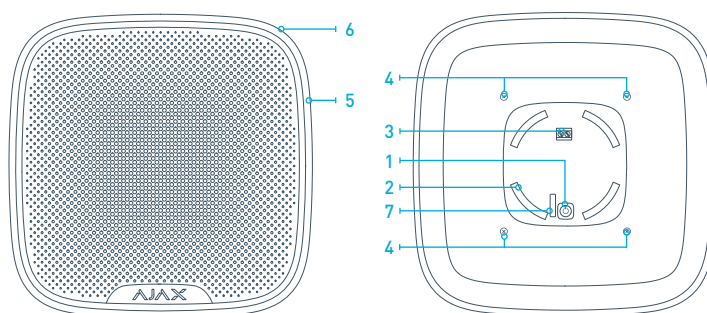
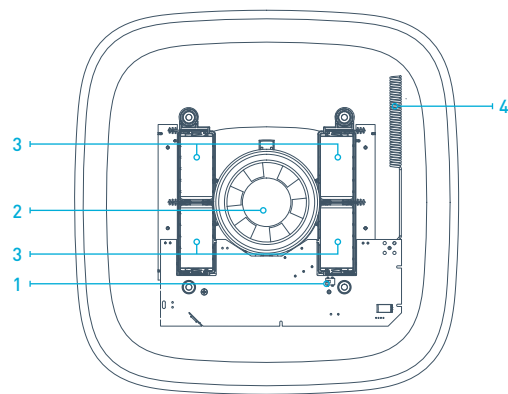

РИС. 1. Сирена
РИС. 3. Батарейный отсек
4.1 Перед установкой сирены обязательно нужно зарегистрировать ее в охранной системе Ajax. Для регистрации сирены необходимо в мобильном приложении Ajax или браузере зайти во вкладку «Устройства» и нажать кнопку «Добавить устройство», а затем выполнять подсказки мастера добавления устройств. В ходе процесса добавления устройства нужно будет включить сирену. Сирена включается/выключается зажатием кнопки «1» (РИС.1) на три секунды. В момент включения исправная сирена должна мигнуть всеми красными светодиодами «5» (РИС.1). Запрос на регистрацию в охранной системе передается только в момент включения сирены! Если регистрация сирены в охранной системе по какой-то причине не произошла, сирена после включения должна 6 раз мигнуть одним светодиодом «6» (РИС.1) с периодичностью раз в секунду, после чего автоматически выключается, быстро мигнув 3 раза всеми светодиодами. После этого сирену снова можно включать. Если сирена была удалена из списка зарегистрированных в охранной системе устройств, то она также мигает светодиодом 6 раз и затем автоматически выключается.
При вскрытии корпуса сирены тревога генерируется всегда и ее невозможно отключить в настройках сирены! При снятии задней крышки сирены для замены батареек, сначала выключите сирену кнопкой «1» (РИС.1), зажав ее на 3 с. При выключении сирена должна включить все светодиоды на 1 с а затем мигнуть ими 3 раза.
6.1 Когда сирена находится в режиме охраны, она сигнализирует об этом при помощи светодиода «6» (РИС. 1), кратковременно мигая им через каждые 30 секунд. По умолчанию функция мигания светодиода выключена, при желании ее можно включить в настройках сирены используя мобильное приложение или браузер.
8.2 Своевременно заменяйте батареи питания на новые! При разряде батарей сирена передает соответствующий сигнал на централь сигнализации. Также, когда батареи разряжены, постановка и снятие сирены с охраны сопровождаются одноразовым включением и плавным гашением светодиодного индикатора. Для замены батарей сначала в настройках сирены отключите тревогу на снятие, затем снимите сирену и выключите ее зажав кнопку включения на 3 секунды. После этого открутите 4 самореза «4» РИС.1 на тыльной стороне корпуса и снимите верхнюю крышку сирены. Замените 4 батареи «battery» (РИС. 3) на новые, типа CR123A, соблюдая полярность. После замены батарей обязательно проверьте работоспособность сирены!